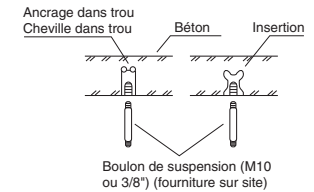

Fig. 3-17
- (1) Respecter les schémas pour faire les trous dans le plafond.
- (2) Selon le type de plafond:
- Insérer les boulons de suspension de la manière indiquée sur la Fig. 3-17.